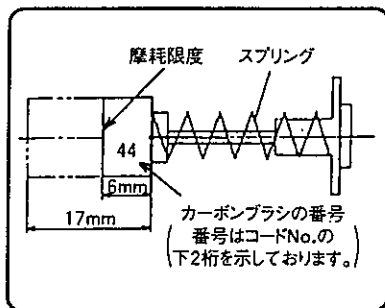
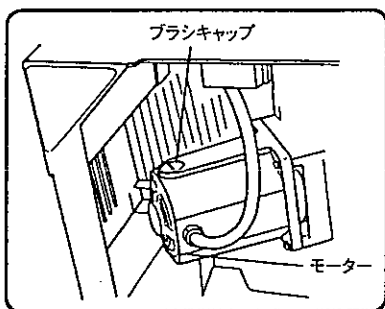

図 37
図 38
(1) モーター部 (図38参照) には、消耗品であるカーボンブラシを使用しております。カーボンブラシの摩耗が大きくなりますと、モーター故障の原因となりますので、長さが摩耗限度 (図37参照) の6mmぐらいになりましたら新品と交換してください。
4. モーター部 (図38参照) の取扱いについて ……………
モーター部 (図38参照) の巻線部分は、本機の心臓部ともいえます。巻線部分にキズをつけたり、油や水をつけたりしないよう十分注意してください。
モーター部 (図38参照) は水や油でぬらさないようにしてください。